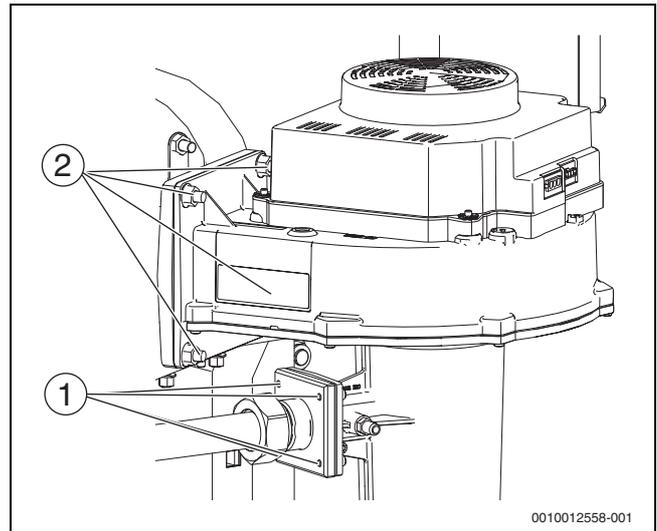

Fig. 65 Démontez le ventilateur (puissances de chaudière 200-300 kW)
- ▶ Dévisser la bride de mélange en retirant les 4 écrous sur le Venturi (→ fig. 65, [1]).
- ▶ Retirer 4 écrous hexagonaux sur le coude de mélange (→ fig. 65).
- ▶ Dévisser le ventilateur en retirant les 4 écrous sur le coude de mélange (→ fig. 65, [2]).